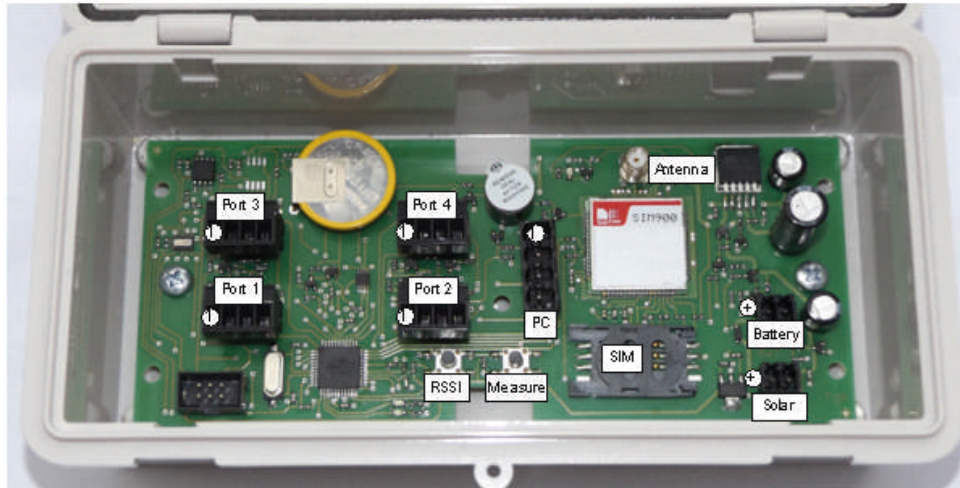

Bild 1: Ansicht der Loggerplatine
Pin 1: +Vbat (braun) (Pin 1 ist in Bild 1 mit "1" markiert)
- Steckerbelegung: (Pin 1 ist im Bild 1 markiert)
Auf der Loggerplatine befinden sich 2 Taster, mit denen der Modembetrieb getestet werden kann. Mit dem Taster RSSI (siehe Bild 1) wird die Empfangsqualität gemessen und mit Tonsignalen ausgegeben. Dazu ist der Taster mindestens 2 s lang zu drücken. Die Messungen beginnt mit der Tonausgabe • — (kurzer Ton, langer Ton, kurzer Ton, oder „dit dah dit“ entsprechend dem Morsecode für den Buchstaben „r“). Danach erfolgen mehrere Messungen hintereinander, die jeweils eine Tonausgabe bewirken. Das Modem versucht sich dabei in das Mobilfunknetz einzuwählen. Es gibt folgende Tonausgaben:
Mit dem Taster Measure (siehe Bild 1) wird eine Messung der angeschlossenen Sensoren gemäß dem eingespeicherten Programm durchgeführt und anschließend werden die Daten übertragen. Dazu ist der Taster mindestens 2 s lang zu drücken. Die Messung der Sensoren beginnt mit der Tonausgabe — — (langer Ton, langer Ton, oder „dah dah“ entsprechend dem Morsecode für den Buchstaben „m“). Wenn die Messung der Sensoren nicht erfolgreich ist, dann wird die Fehlermeldung •••••••• (8 kurze Töne oder „dit dit dit dit dit dit dit „) ausgegeben und der gesamte Vorgang abgebrochen. Es ist also unbedingt notwendig, dass alle im Programm vorgesehenen Sensoren richtig angeschlossen und funktionsfähig sind. Eine erfolgreiche Messung der Sensoren wird mit • — • (kurzer Ton, langer Ton, kurzer Ton, oder „dit dah dit“ entsprechend dem Morsecode für den Buchstaben „r“) quittiert. Danach beginnt die Datenübertragung. Eine erfolgreiche Datenübertragung wird mit • — • • — • (kurzer Ton, langer Ton, kurzer Ton, kurzer Ton, langer Ton, kurzer Ton, oder „dit dah dit dit dah dit“ entsprechend dem Morsecode für zwei mal dem Buchstaben „r“). Bei einem Fehler in der Datenübertragung wird die Meldung •••••••• (8 kurze Töne oder „dit dit dit dit dit dit dit „) ausgegeben und der gesamte Vorgang abgebrochen.